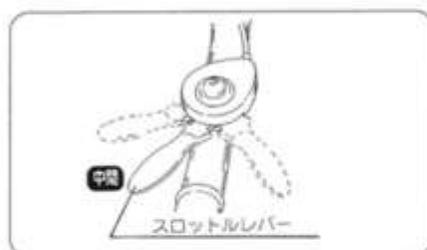

図7
- ⑦ スロットルレバーを [中間] 位置にします。(図7)